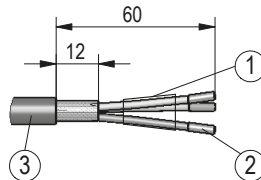

Abb. 10: Kabelvorbereitung
1. Die Kabel gemäß **Abb. 10** vorbereiten.